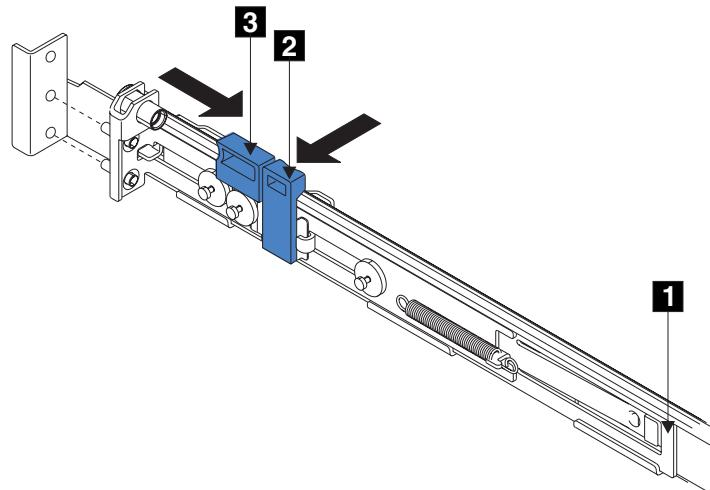

图 29. 打开后面的插销锁托架组合件
7. 将后部导轨支架 **1** (图 29) 推向导轨的前部直到它停下为止。导轨目前处于最短的调整长度。
14. 将后部导轨支架 **1**（请参阅第 26 页的图 29）推向机架尾部并将定位引脚与机架安装轮缘对齐。
15. 将插销锁 **2**（请参阅第 26 页的图 29）推离导轨以放开托架。插销锁托架滑向机架尾部，定位引脚通过后轮缘和后导轨支架中的孔穿出。